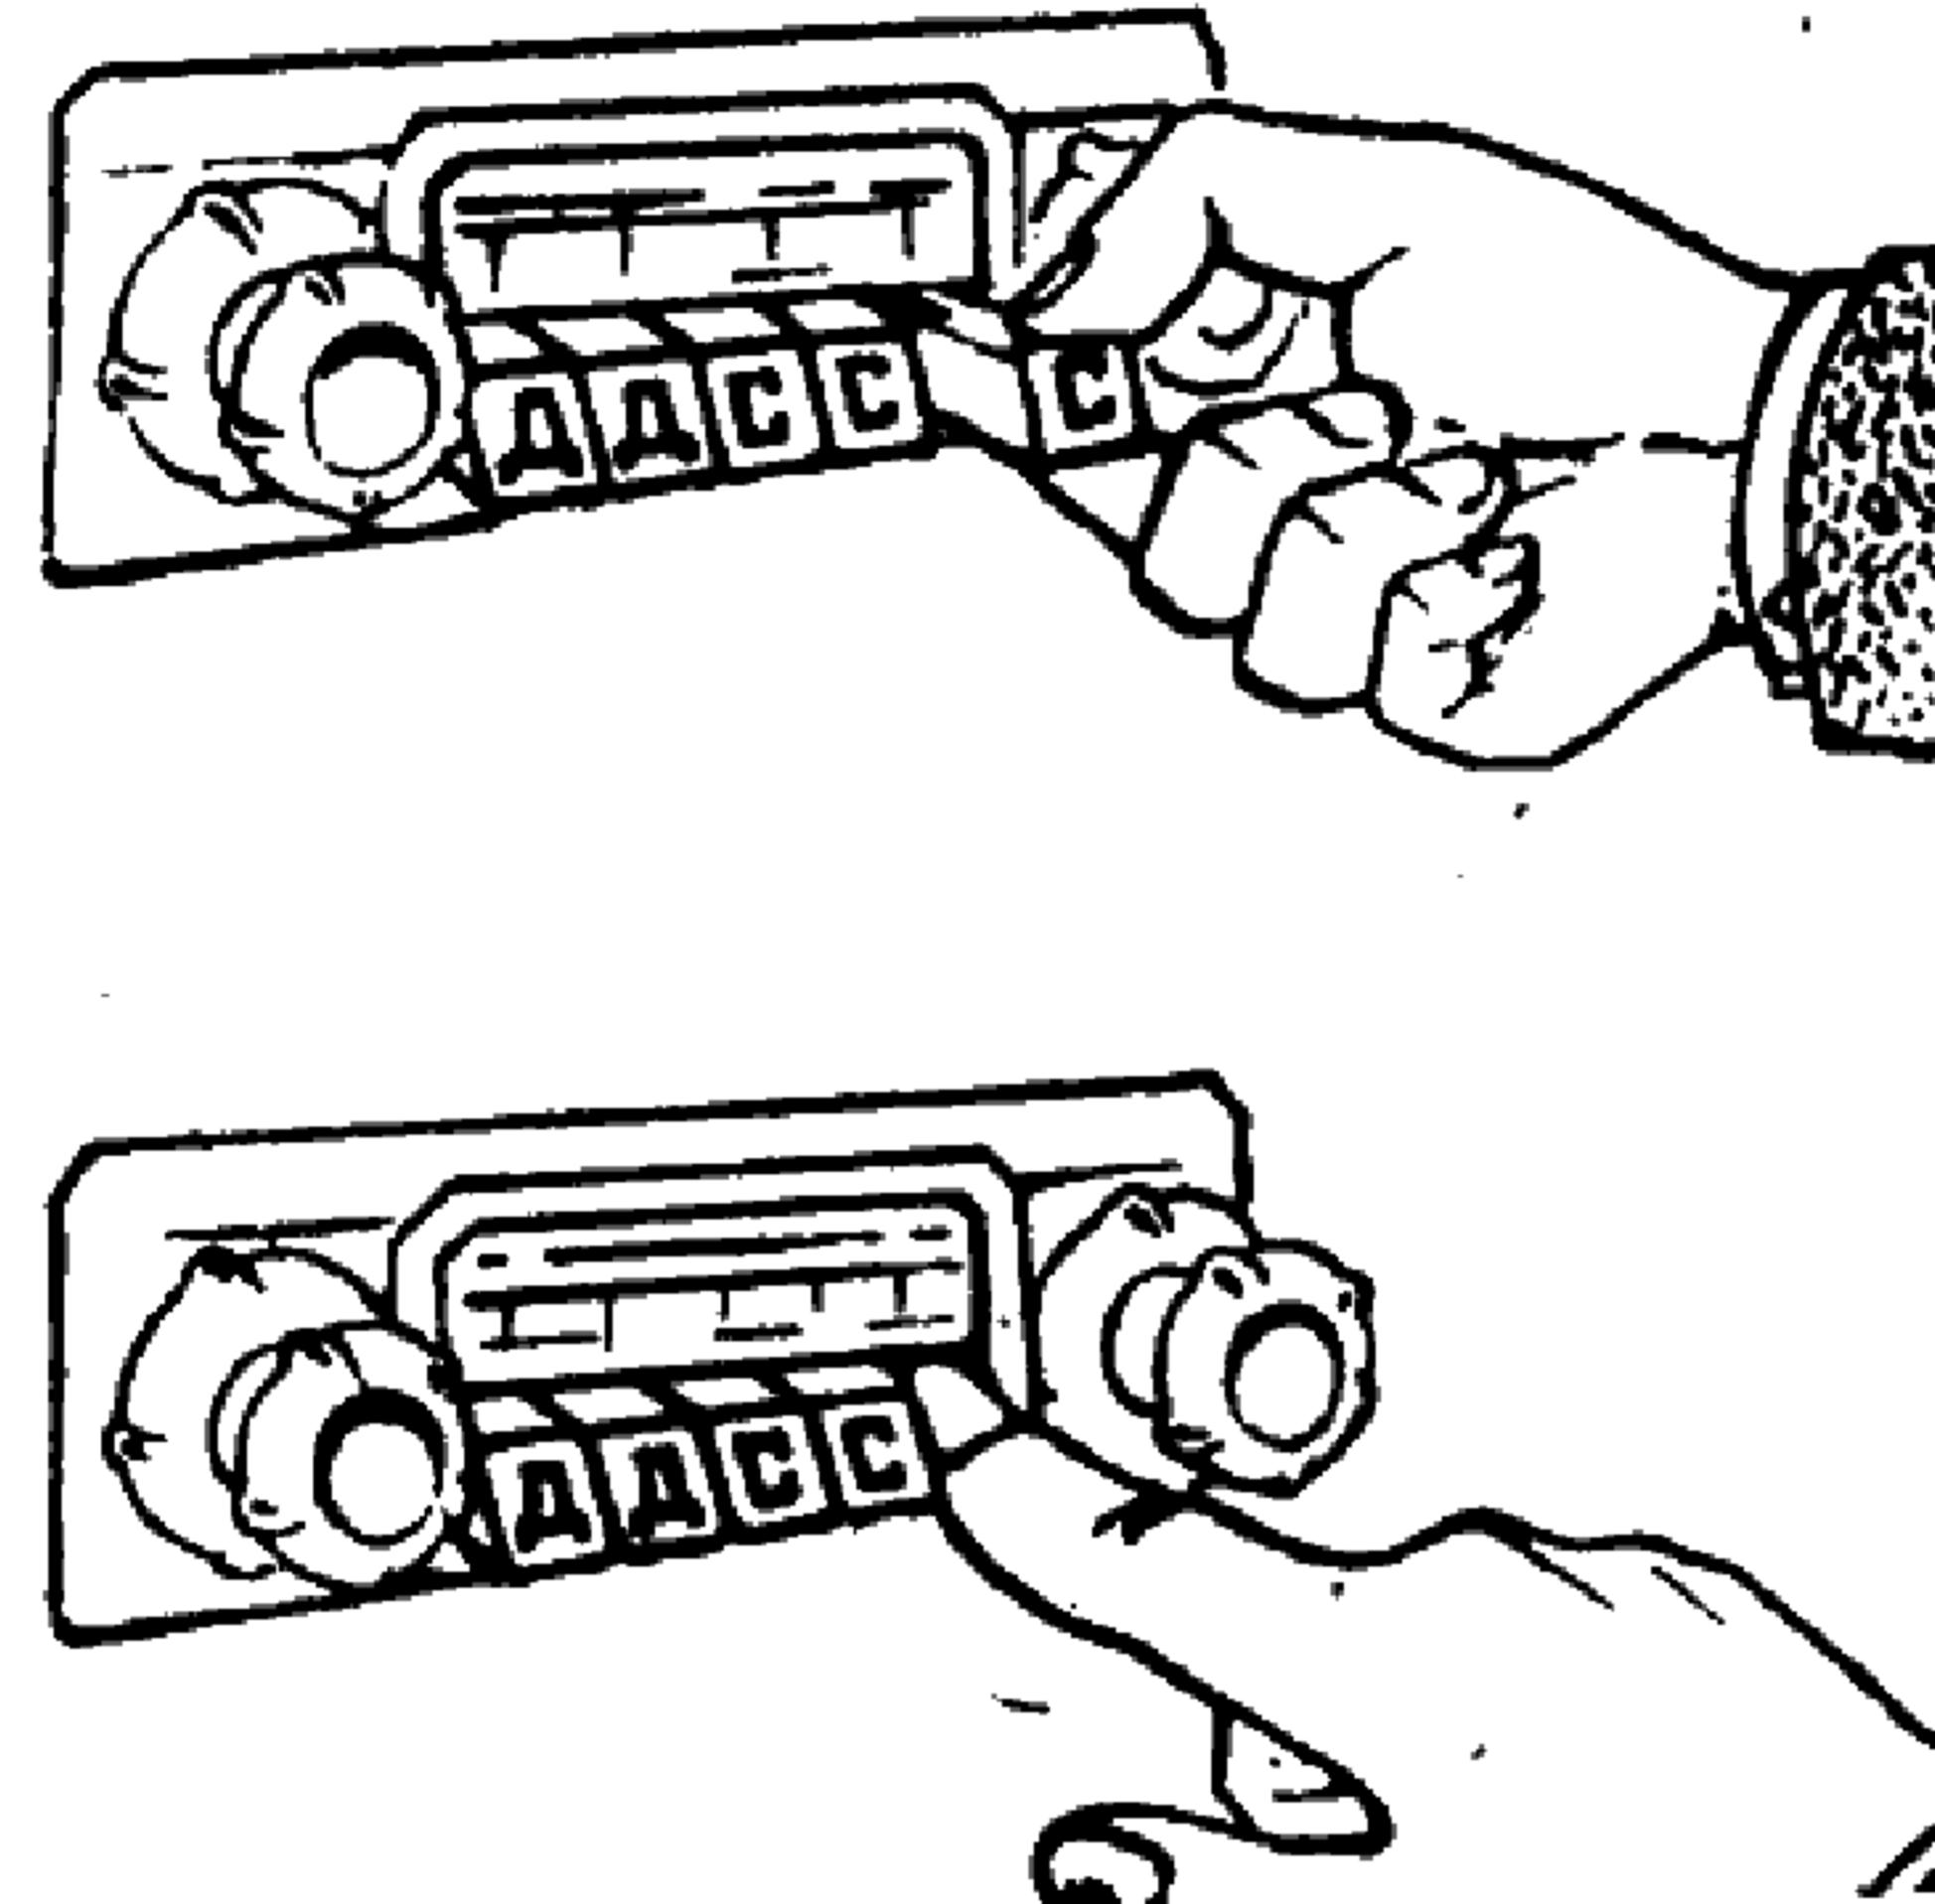

Рис. 94. Фиксированная настройка приемника.
3) потяните кнопку соответствующего диапазона на себя и плавно нажмите до отказа (рис. 94).